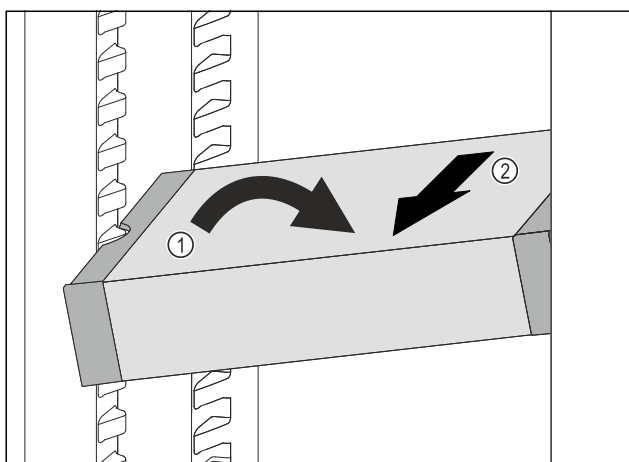

Fig. 110
- VarioSafe im Kühlteil schräg stellen. Fig. 110 (1)
- VarioSafe nach vorne entnehmen. Fig. 110 (2)